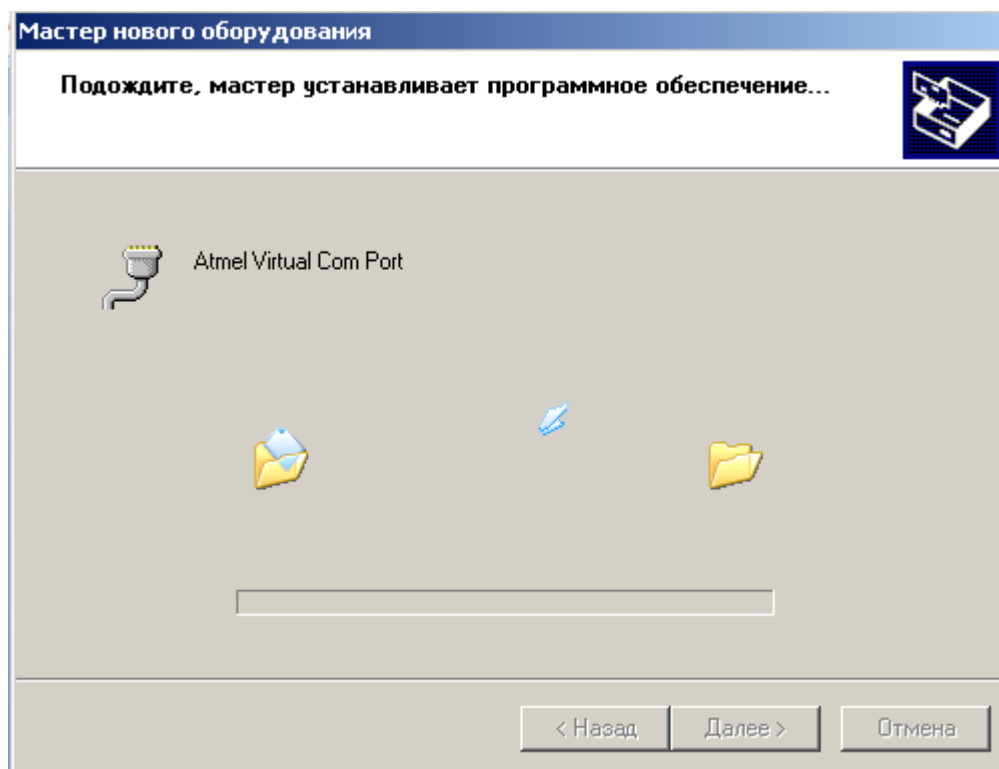

Рис. 5 – Процесс установки драйвера USB датчика
2.2.4.7 Нажмите на кнопку «Всё равно продолжить» и дождитесь окончания процесса установки драйвера USB датчика (см. Рис. 5).